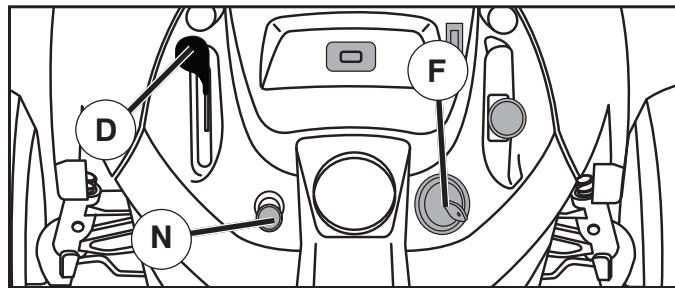

Fig. 19
PARA USAR EL CONTROL DE LA ACELERACIÓN (D) (Vea Fig. 19)
PARA USAR EL CONTROL DE ESTRANGULACIÓN (N) (Vea Fig. 19)